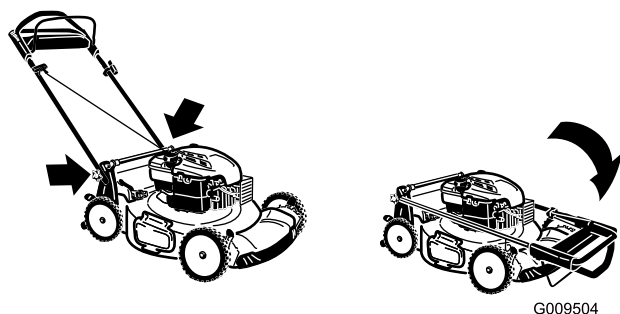

Figura 31
2. Piegarla la stegola superiore in avanti come mostrato in figura Figura 31.